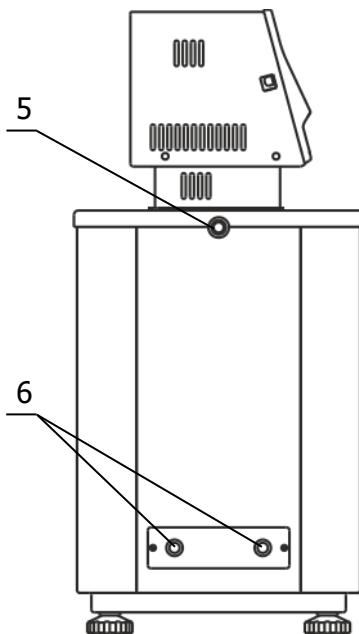

Рисунок 4 — Боковая панель термостата
2.2.5 К переливному штуцеру 5 (рисунок 4) присоединить гибкий шланг, второй конец которого опустить в емкость для сбора излишков теплоносителя объемом 1.5–2 литра.
2.2.6 Заполнить ванну термостата теплоносителем через одно из отверстий рабочих мест до момента начала слива теплоносителя из штуцера 5 (рисунок 4). Температурный диапазон применения теплоносителя должен соответствовать значениям, указанным в 1.2.6.
2.2.7 При первом запуске термостата необходимо включить блок регулирования в режиме прокачки в соответствии с документом ТКЛШ 3.222.009-03 РЭ «Блоки регулирования температуры погружные циркуляционные М03, М03М серии МАСТЕР». При работе циркуляционного насоса теплоноситель переливается из внутренней ванны в основную и его уровень в основной ванне понижается. Доливать теплоноситель следует до тех пор, пока он не начнет переливаться через штуцер 5 (рисунок 4).
2.2.8 Для работы термостата при температурах теплоносителя, близких к окружающей температуре, может потребоваться дополнительное охлаждение с помощью встроенного теплообменника. В этом случае необходимо подключить термостат к водопроводной сети или специальному холодильному устройству при помощи шлангов, присоединенных к штуцерам встроенного теплообменника 6 (рисунок 4). Поток охлаждающей жидкости должен быть равномерным и, по возможности, небольшим. Дополнительное охлаждение не требуется, если температура теплоносителя выше температуры окружающей среды более чем на 25 °C.